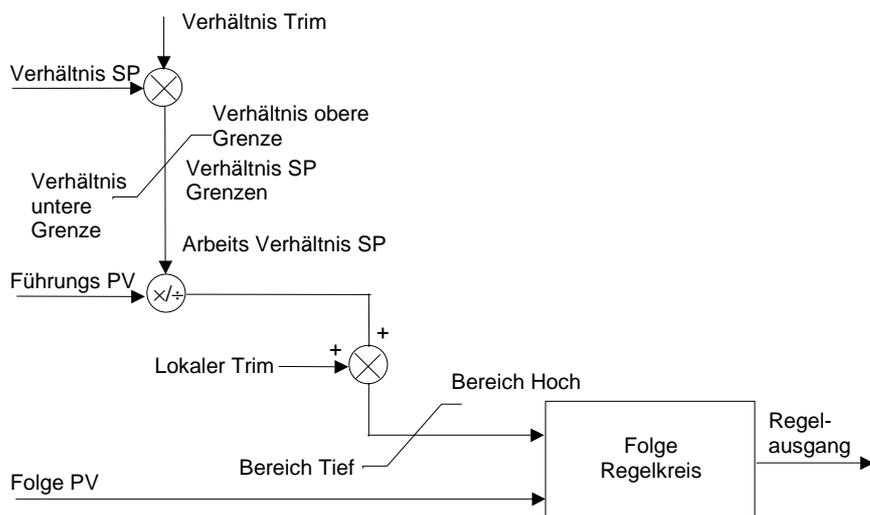

Abbildung 9-11: Einfacher Verhältnisregler
In Abbildung 9-11 sehen Sie ein Blockdiagramm eines einfachen Verhältnisreglers. Der Führungsprozesswert (PV) wird mit dem Verhältnissollwert multipliziert oder durch ihn dividiert, um den Regelsollwert zu erhalten. Vor der Sollwertberechnung können Sie dem Verhältnissollwert einen Verhältnistrimmwert aufschalten. Der Sollwert muss immer innerhalb der Betriebsgrenzen liegen. Ein weiterer Vorteil dieser Regelung ist die automatische Berechnung des aktuell gemessenen Verhältnisses, das Sie sich auf dem Regler anzeigen lassen können.